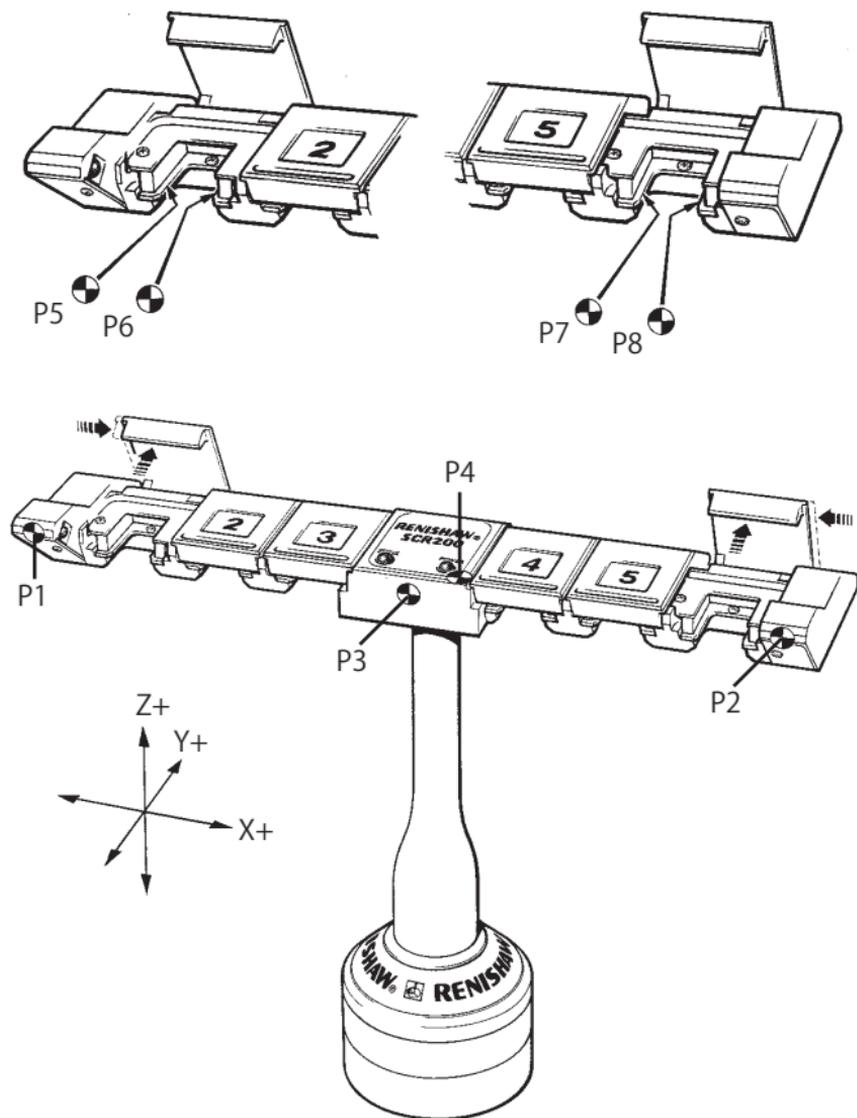

図15 - SCR200ラックの基準設定
- P1とP2の両点を測ります（図15を参照）。
以降の手順では、補正されていない測定点を取ることを想定していません。このため、スタイラスモジュール交換のターゲット位置は、三次元の絶対座標で与えられます。図15にラックのX,Y,Z軸を示します。
- P3点を測ります（図15を参照）。
- 上面の点P4を測ります（図15を参照）。このときに、ラベル上の位置で測らないようにしてください。
- 図15を参照ください。